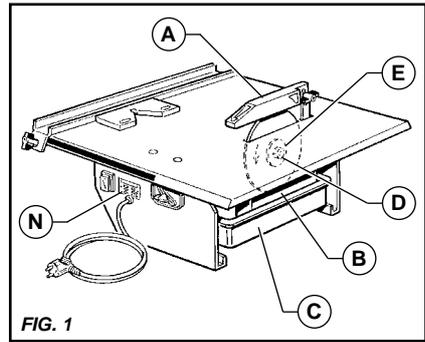

FIG. 1
- Comprovar se a tensão indicada na placa de características é a apropriada [Fig. 1].